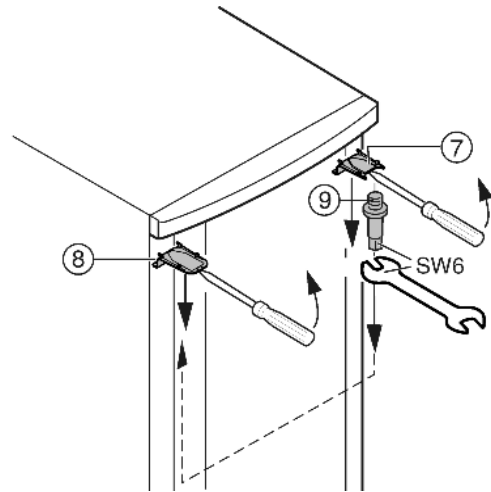

Fig. 7
- ▶ Faire déclipper le cache Fig. 7 (7) en haut et le cache Fig. 7 (8) avec un tournevis devant et l'enlever diagonalement vers le bas.
- ▶ Dévisser le pivot d'appui Fig. 7 (9) et le visser du côté opposé (**avec 4 Nm**).
- ▶ Remonter le cache Fig. 7 (7) du côté du pivot d'appui : l'insérer par l'arrière et l'encliquer sur l'avant.
- ▶ Monter le cache Fig. 7 (8) sur le côté opposé: l'insérer par l'arrière et l'encliquer sur l'avant.
- ▶ Accrocher la porte dans le pivot d'appui Fig. 7 (9) supérieur.